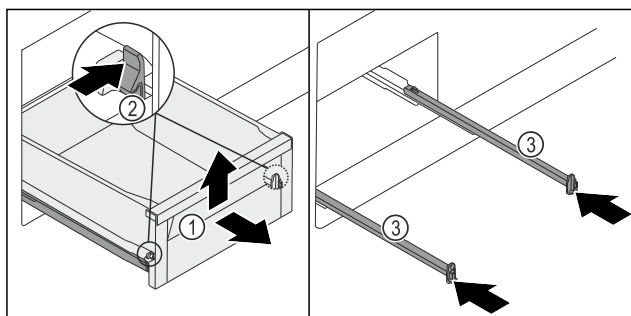

Fig. 247
- ▶ Vytáhněte zásuvku Fig. 247 (1) až na doraz.
- ▶ Svorku Fig. 247 (2) vlevo a vpravo současně stlačte směrem dovnitř.
- ▶ Zásuvka Fig. 247 (1) se uvolní z kolejniček.
- ▶ Nadzvedněte zásuvku Fig. 247 (1) vpředu.
- ▶ Vyjměte zásuvku Fig. 247 (1) dopředu.
- ▶ Zasuňte kolejničky Fig. 247 (3).